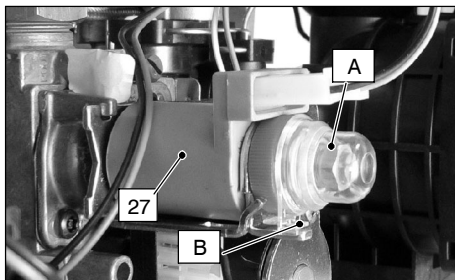

fig. 7.2
- 6 Rimuovere il tappino di protezione "A" dell'operatore modulante 27 in fig. 7.2 ruotandolo in senso orario per liberarlo dal fermo "B" e facendo leva con un cacciavite piatto nella scanalatura.
- Rimontare il tappino di protezione "A" fig. 7.2